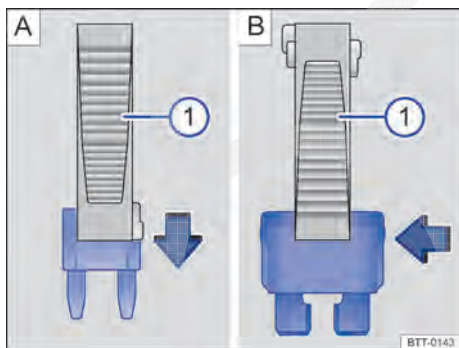

Fig. 180 Remover ou instalar um fusível com a garra da pinça de plástico ①.
- Se necessário, retirar a pinça de plástico → Fig. 180 ① da cobertura da caixa de fusíveis.
- Em caso de *fusíveis pequenos*, encaixar a garra ① por cima → Fig. 180 A.
- Em caso de *fusíveis maiores*, empurrar a garra ① lateralmente sobre o fusível → Fig. 180 B.
- Caso o fusível esteja queimado, substituir o fusível por um novo da *mesma* intensidade de corrente (mesma cor e inscrição) e do *mesmo* tamanho → ①.